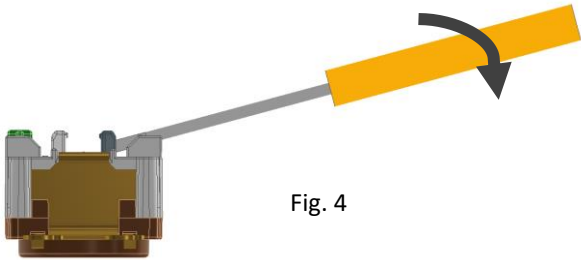

Fig. 4
- Para levantar un émbolo de la parte inferior a la posición superior, inserte un destornillador en la ranura del émbolo. Usando un destornillador de punta plana de 1/8" - 3/16", y el punto de palanca provisto, levante el émbolo hasta que esté en la posición superior. – Consulte Fig 4. NO UTILICE PINZAS PARA TIRAR DE LOS ÉMBOLOS.
Para liberar un conductor, inserte un destornillador de punta plana de 1/8" - 3/16" en la ranura del émbolo. Usando el punto de palanca provisto, levante el émbolo hasta que esté en la posición hacia arriba. Retire el conductor. NO UTILICE PINZAS PARA TIRAR DE LOS ÉMBOLOS. Consulte Fig 4.